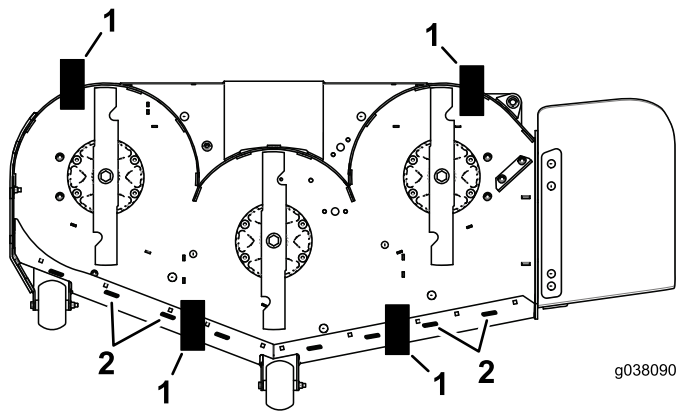

Figura 99
11. Coloque 2 bloques (ver Altura de bloque y soporte) debajo del borde trasero del faldón de la carcasa de corte, uno en cada lado de la carcasa de corte (Figura 99).